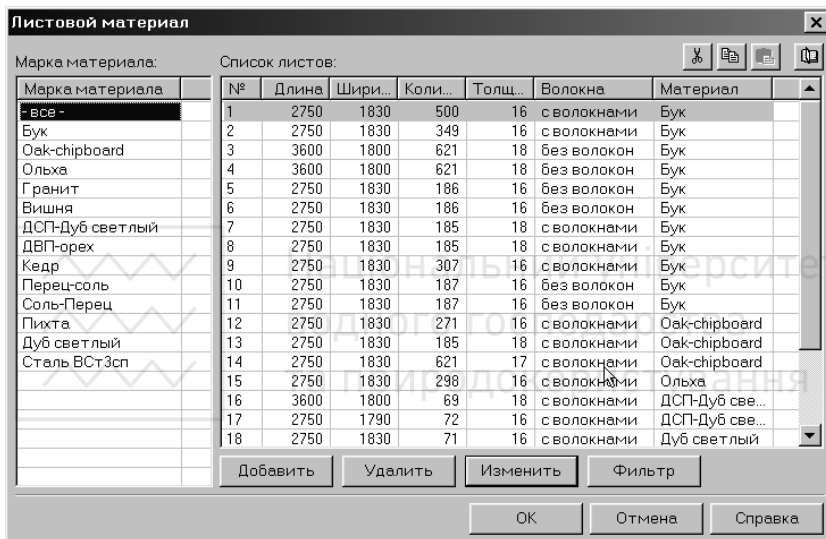

Рис. 3. Вибір листового матеріалу
4) Виконайте команду «Листовой материал» з меню «Дані» (рис. 3.). Ця команда відкриває діалогове вікно «Листовой материал», який дозволяє переглядати та редагувати список листів. Для додавання нового аркуша натисніть на кнопку